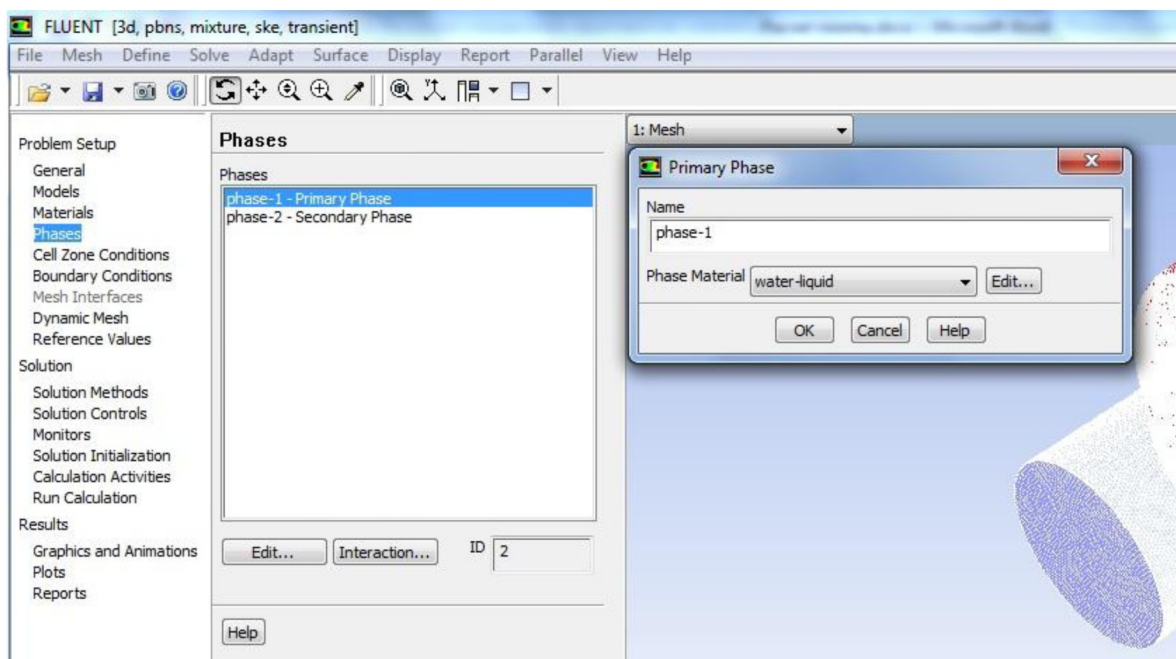

Рисунок 27 – Выбор и установка фаз (*Phases*)
- установить phase-1 – **water-liquid** (рисунок 27);